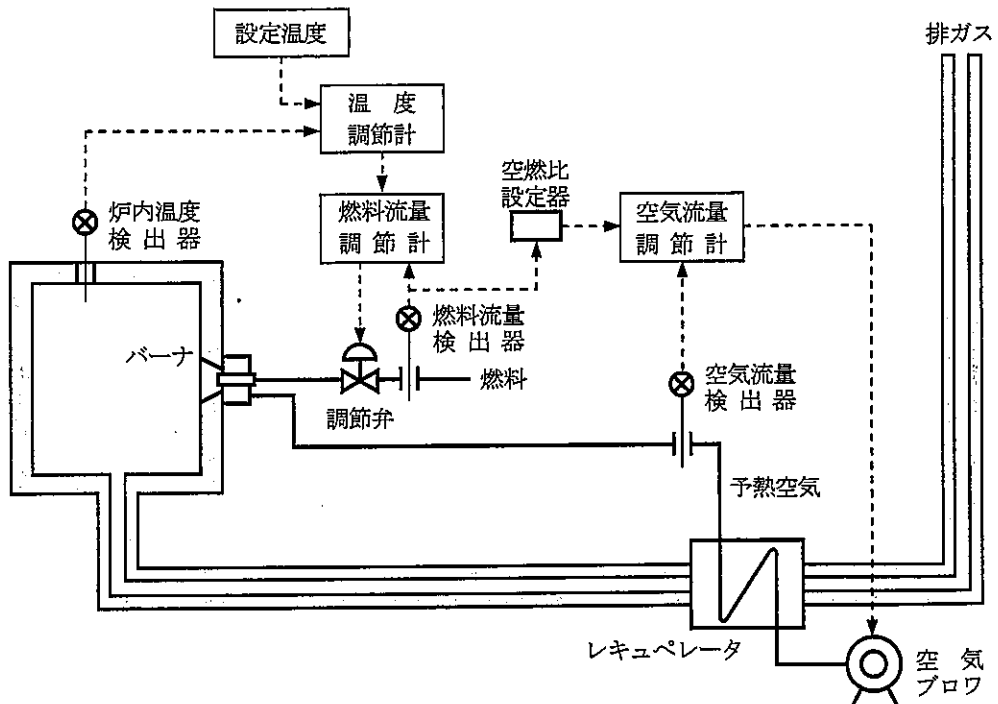

図 1
1) 燃焼炉の燃焼制御の例を図 1 に示す。燃焼炉の燃焼制御では二つの制御系、すなわち、炉内温度を制御する温度調節計と燃料流量を制御する流量調節計を組み合わせ、温度調節計の制御出力を流量調節計の目標値として与える 1 制御を適用することが多い。これは、流量調節計がないと、燃料の供給圧力が外乱で変化したときに燃料流量が変化して炉内温度が変化してしまうが、流量調節計を組み込むことにより、供給圧力が変化しても流量が一定に保たれ、炉内温度が乱されないという効果があるからである。また、燃焼はできるだけ省エネルギーの観点から過剰空気量を抑えるため、空気流量を燃料流量に応じた適正量にする 2 制御が適用される。燃焼用空気を送り込む空気ブロワについては、その流量制御の操作端として、入口ベーンの代わりに 3 を採用すると、空気ブロワの回転速度を操作することにより省電力を図ることができる。